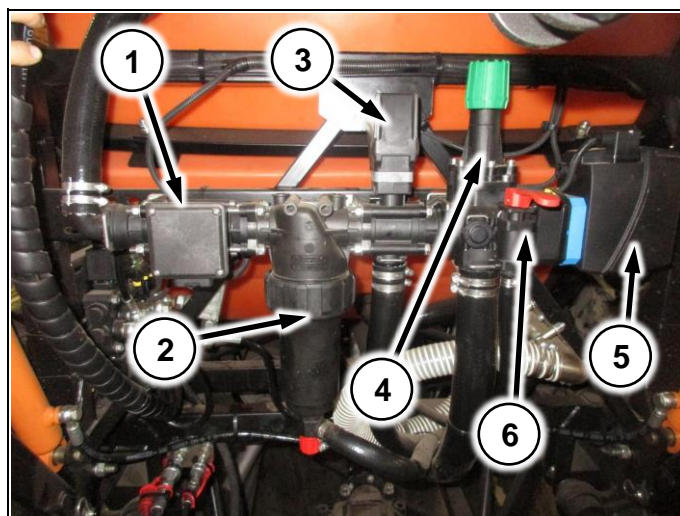
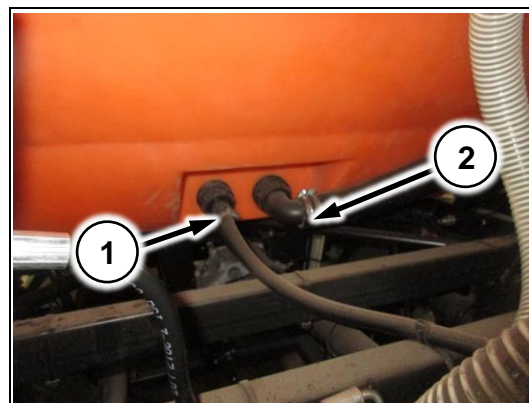

Рис. 70
Рис. 79
(Рис. 70/1) – расходомер
(Рис. 70/2) – корпус фильтра тонкой очистки
(Рис. 70/3) – регулирующий клапан
(Рис. 70/4) – предохранительный клапан
(Рис. 70/5) – главный клапан
(Рис. 70/6) – краны включения гидравлической мешалки (п.4.2.3.8) и омывателя хим. бака (п.4.2.3.5)
1. М – главный клапан (Рис. 70/5)
2. R – регулирующий клапан (Рис. 70/3)
3. F – расходомер (Рис. 70/1)
Гидравлическая мешалка предназначена для обеспечения равномерной концентрации рабочей жидкости в баке (Рис. 79/1). Гидравлическая мешалка включается краном на гидрораспределителе (Рис. 70/6)
(Рис. 79/2) – сброс в бочку с коллектора сброса хим. системы